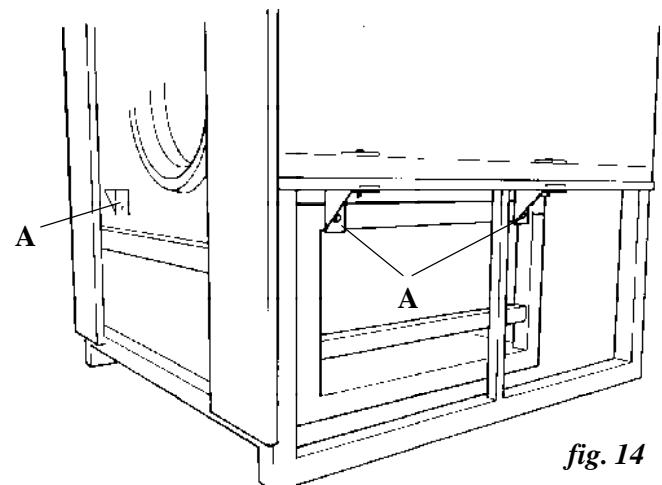

fig. 14
- Locate the four yellow fixing braces (*fig. 14/A*) and dismantle. To prevent the floating section movement during transit, the 8 holding screws are firmly tightened. Provide suitable tools.
- Localizar los cuatro ángulos de fijación de color amarillo (*fig. 14/A*) y desmontarlos. Para evitar el desplazamiento del chasis flotante durante el transporte, los 8 tornillos de fijación están fuertemente apretados. Proveerse de llaves adecuadas.
- Localiser les quatre angles de fixation jaunes (*fig. 14/A*) et les démonter. Pour éviter le déplacement du châssis suspendu durant le transport, les 8 vis de fixation sont fortement serrés. Prévoir des clés appropriées.